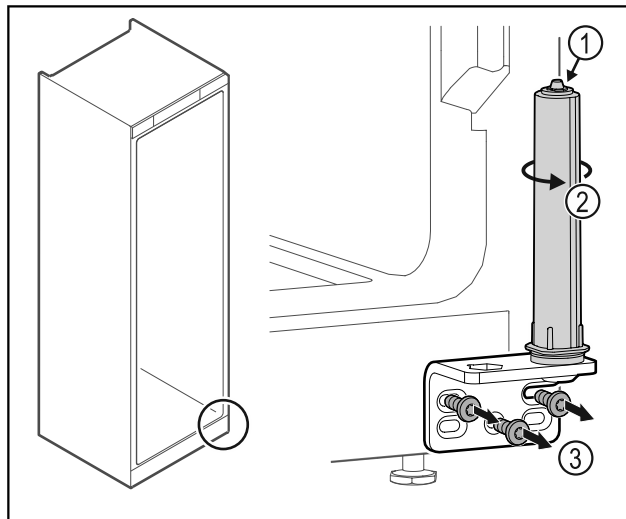

Fig. 31
- ▶ Не разглобявайте затварящата система на вратата Fig. 31 (1).
- ▶ Въртете затварящата система Fig. 31 (2), докато тя щракне.
- ▶ Развинтете ъгъла на пантата Fig. 31 (3).